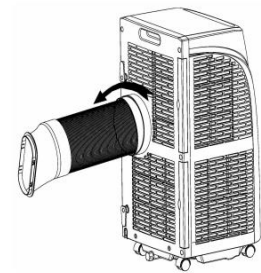

Fig.7
* Bevestig het ronde uiteinde van de aangesloten uitlaatpijp bij de luchtuitlaat van de airconditioner als getoond in Fig.7.